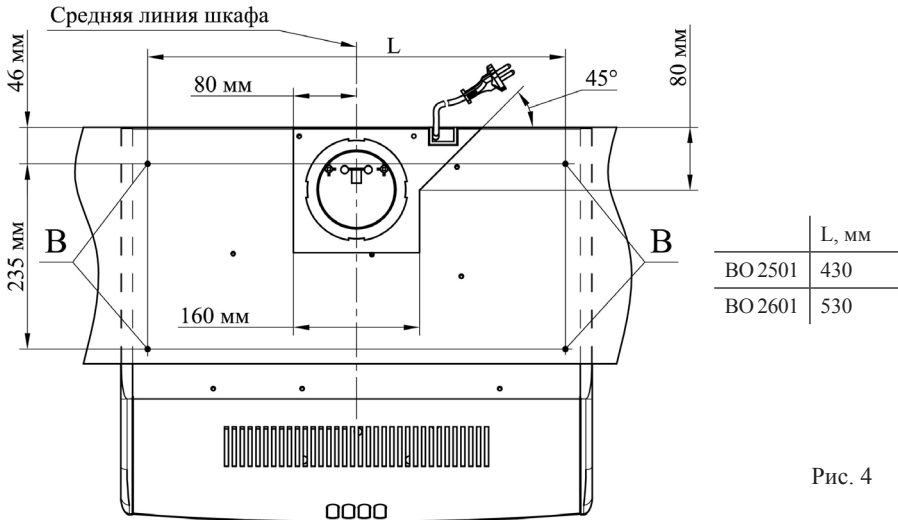

Рис. 4
- 6.7 Также предусмотрен вариант крепления воздухоочистителя к навесному шкафу через крепежные отверстия, расположенные на верхней стенке воздухоочистителя. Разметьте и просверлите отверстия В диаметром 6 мм в дне шкафчика согласно рис. 4, подготовьте проем. При эксплуатации в рециркуляционном режиме проем под фланец не выполнять. Зафиксируйте воздухоочиститель к шкафчику четырьмя винтами и гайками М5 (в комплект поставки не входят приобретаются отдельно).